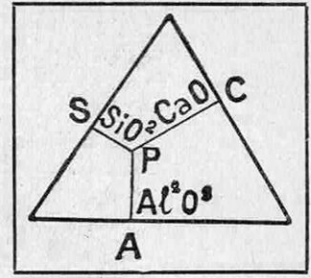

FIG. 2. — REPRÉSENTATION DES TROIS PRINCIPAUX CORPS : CHAUX, ALUMINE ET SILICE, ENTRANT DANS LA COMPOSITION D'UN CIMENT
Un deuxième palier, dans l'explication des phénomènes, a été atteint par Shepherd et Rankin dans une patiente étude qui n'a pas comporté moins de sept mille analyses chimiques et examens micrographiques. Ces savants considèrent non plus deux éléments seulement, comme M. Le Châtelier, mais les trois principaux corps qui entrent dans la constitution des ciments, à savoir la chaux, l'alumine et la silice ; pour représenter les résultats obtenus, ils ont recours au mode de représentation expliqué par la figure 2 : à l'intérieur d'un triangle équilatéral, on abaisse d'un point  $P$  des perpendiculaires  $PA$ ,  $PS$ ,  $PC$ , dont les longueurs (1) sont proportionnelles aux pourcentages en alu-
(1) La somme des longueurs de ces trois perpendiculaires est constante, quelle que soit la position du point  $P$  à l'intérieur du triangle.